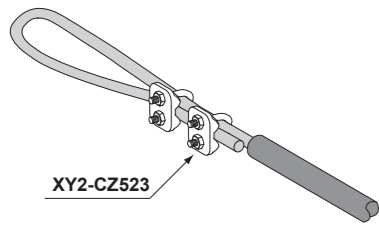

Fig. 1
- Retirar o revestimento do cabo, em cerca de 10 cm, fixar com 2 serra-cabos XY2-CZ523, que devem apertar o cabo e não o revestimento. (Fig. 1).
- Avlägsna ca 10 cm av hölje från linan, fäst den med 2 st bygelklämmor XY2-CZ523 som skall klämma åt linan, inte plasthöljet. (Fig. 1).
- Haal de mantel van de kabel af over een lengte van ong. 10 cm, bevestig de kabel met de 2 kabelklemmen XY2-CZ523. De kabel en niet de mantel moeten door de kabelklemmen worden geklemd. (Fig. 1).
- Afisolér ca. 10 cm af den PVC-belægning omkring wiren, og fastgør wiren med 2 wireløse XY2-CZ523, som skal klemme om wiren og ikke PVC-belægningen. (Fig. 1).